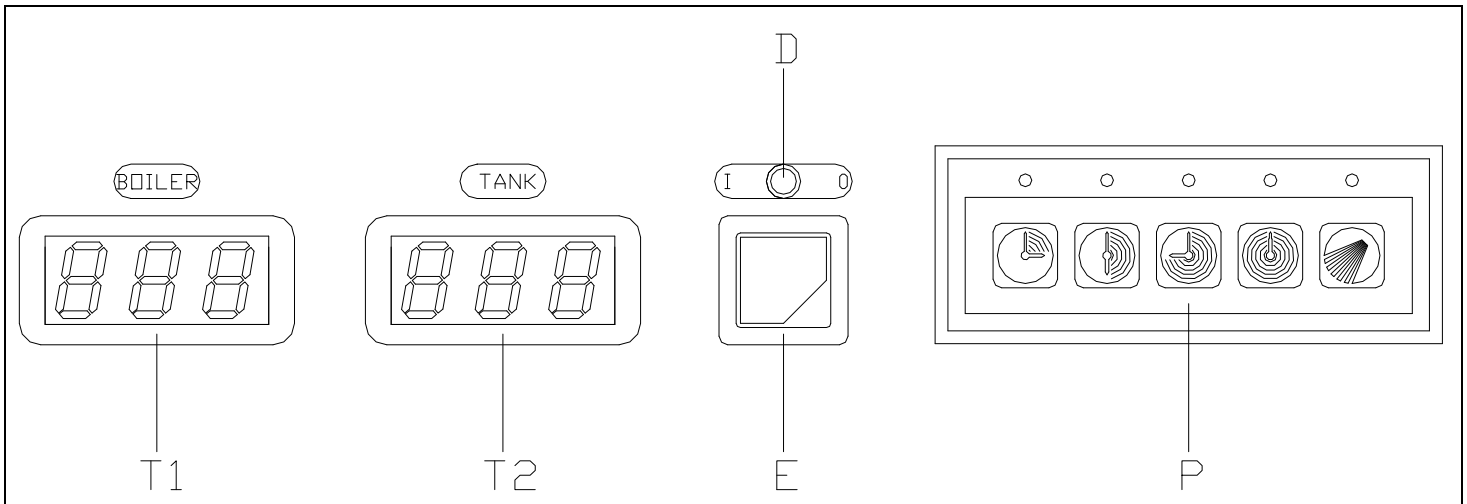

Fig. 3-2
- A raggiungimento delle temperature aprire la porta, posizionare il cesto e richiudere la porta. Selezionare il programma di lavaggio desiderato agendo sulla pulsantiera (P). Il programma prescelto sarà visualizzato dall'accensione di un led luminoso posto sopra il pulsante corrispondente, lo spegnimento di detto led luminoso corrisponde al termine del ciclo di lavaggio. Per spegnere la macchina si dovrà disinserire l'interruttore (E) portandolo nella posizione 0, spia (D) spenta. (fig.3-2)
- When the temperatures have been reached, open the door, place the basket in position and close the door. Select the washing programme required by means of the push button panel (P). The selected programme will be shown by the illumination of a led over the corresponding push button. When the led light goes out, the washing cycle is over. To turn off the appliance, turn switch (E) to the 0 position; warning light (D) will go out. (fig.3-2)
- Beim Erreichen der Temperatur die Tür öffnen, den Korb einschieben und die Tür wieder schließen. Mit der Taste (P) das gewünschte Spülprogramm wählen. Das Aufleuchten der Kontrolllampe über der entsprechenden Taste zeigt das gewählte Programm an. Die Kontrolllampe erlischt am Ende des Spülvorgangs. Zum Ausschalten der Maschine den Schalter (E) auf 0 stellen. Die Kontrolllampe (D) schaltet aus. (fig.3-2)
- Une fois que les températures d'exercice ont été atteintes, ouvrir la porte, installer le panier et refermer la porte. Sélectionner le programme de lavage désiré sur le clavier à boutons-poussoirs. Le programme choisi sera signalé par un voyant lumineux au-dessus du programme correspondant qui s'éteindra une fois le programme de lavage terminé. Pour éteindre la machine, il faudra fermer l'interrupteur (E) en le mettant sur la position "ARRET" (0), voyant (D) éteint. (fig.3-2)
- Cuando se alcancen las temperaturas prefijadas, abra la puerta, coloque el cesto y cierre la puerta. Seleccione el ciclo de lavado utilizando la caja de pulsadores (P). Un led luminoso ubicado sobre el pulsador correspondiente indicará el programa escogido por Vd. Cuando este led se apague el ciclo de lavado estará terminado. Para apagar la máquina, desconecte el interruptor (E) poniéndolo en la posición 0, con piloto (E) apagado. (fig.3-2)
- Alcançada a temperatura ideal, abrir a porta, posicionar o cesto e fechar a porta. Selecionar o programa de lavagem desejado acionando o botão (P). O programa escolhido será indicado através de uma luz (led) posicionada acima do botão. Ao apagar-se a dita luz, é sinal que o ciclo de lavagem está terminado. Para desligar a máquina girar o interruptor (E) até a posição 0, luz (D) apagada. (fig.3-2)